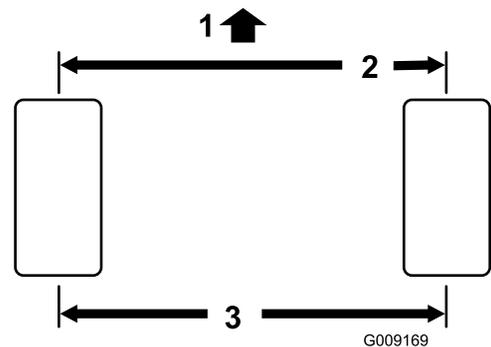

Figura 48
2. Meça a distância de centro a centro (à altura do eixo) na zona dianteira e traseira dos pneus da direção (Figura 48).